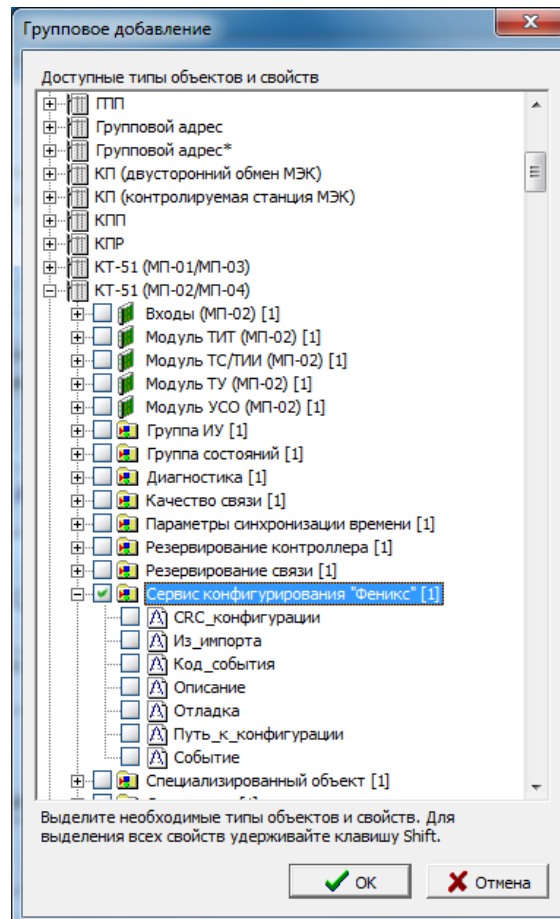

Рисунок 113
- объект *Сервис конфигурирования «Феникс»* (рисунок 113).